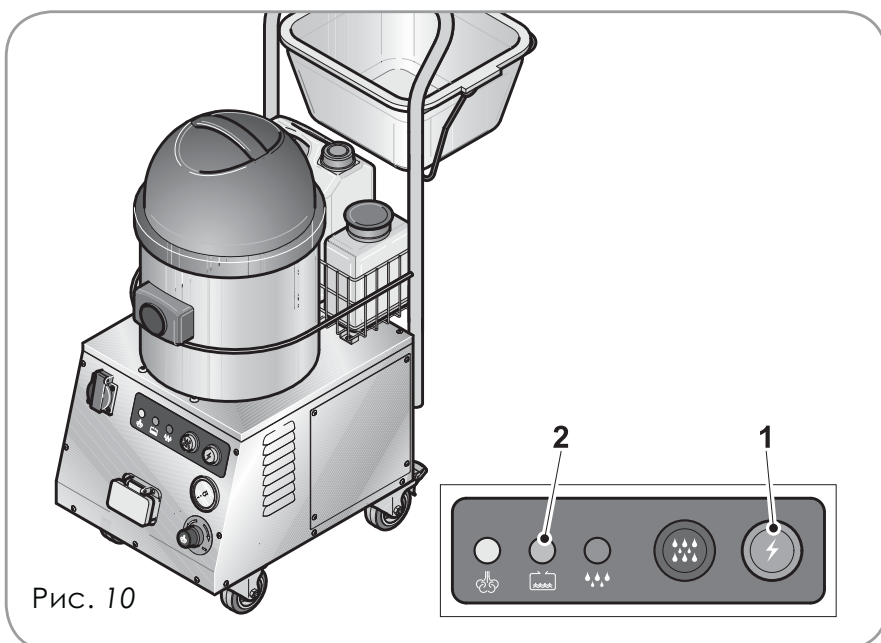

Рис. 10
Включить устройство, нажав на главный выключатель, размещенный на панели управления (1 – Рис. 10).
Во время заполнения водой котла переключатель (2 – Рис.10) и звуковой сигнал выключаются.
- Каждый раз, когда датчик уровня воды в резервуаре обнаруживает ее недостаток, система немедленно блокирует функцию подачи воды в котел, а сигнальная лампочка (поз. 2, Рис. 10) начинает мигать и звучит прерывистый акустический сигнал.